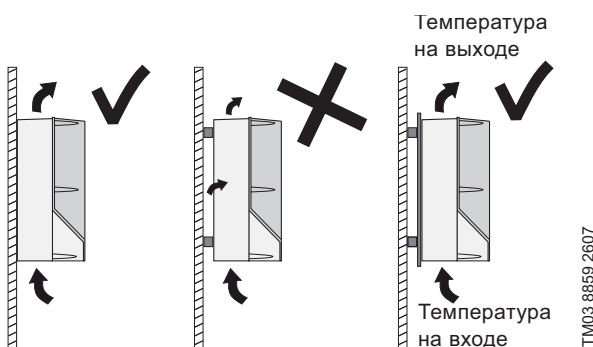

Рис. 35 Вешайте устройство CUE непосредственно на стену или устанавливайте на пластину
- Вешайте устройство CUE непосредственно на стену или устанавливайте на пластину (см. рис. 35).
P – мощность потерь всего оборудования, встроенного в один шкаф. Вычислите мощность потерь P преобразователя CUE, умножив номинальную мощность на валу P2 на (1-кпд). ΔT – разность между максимальной температурой охлаждающего воздуха на выходе из CUE и температурой окружающей среды на входе (см. рис. 35).